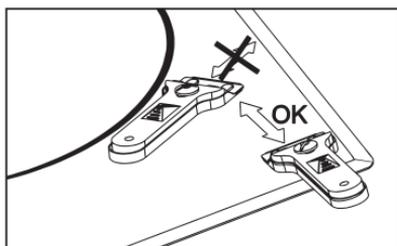

Fig. 6
**!** Si se utiliza la cuchilla inadecuadamente la cuchilla puede romperse, quedando algún fragmento incrustado entre el embellecedor lateral y el vidrio. Si esto ocurre no intente retirar los restos con la mano, utilice cuidadosamente unas pinzas o un cuchillo de punta fina. (Ver Fig. 6)